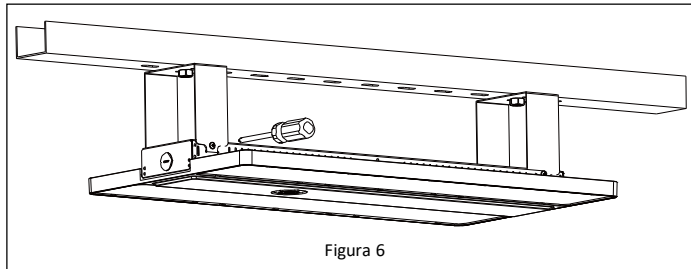

Figura 6
2. Ensambla la lámpara en los soportes y asegúralas con los tornillos suministrados. **Ver Figura 6.**